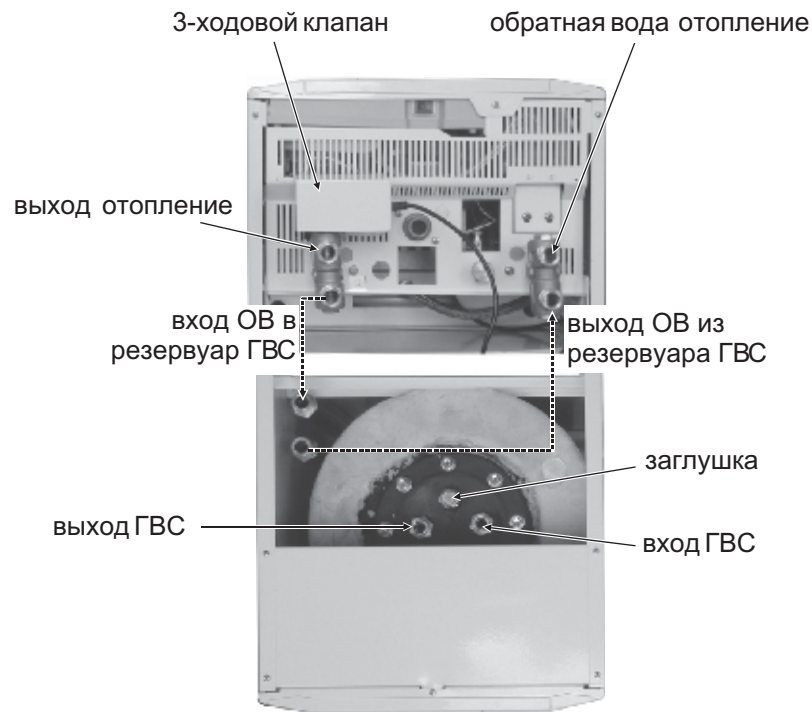

рис.2.
11. На выход 3-ходового клапана, отдаленный от электромотора, подсоедините шланги и подсоедините с выходом для входа ОВ резервуара см.рис. 2.
12. На вход котла (обратная вода) закрепите с помощью перекидной гайки распределительный Т-переходник. На один из его выходов установите короткие шланги, а второй конец подсоедините на выход ОВ резервуара см.рис.2.